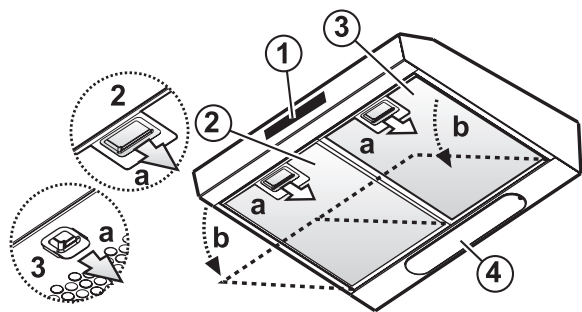

Fig. 1
2. Aprire la griglia di aspirazione o rimuovere il filtro antigrasso autoportante (in base al modello in possesso). **Fig. 1 (a-b).**
2. Aprire la griglia di aspirazione o rimuovere il filtro antigrasso autoportante (in quest'ultimo caso procedere subito al lavaggio del filtro). **Fig. 1 (a-b).**